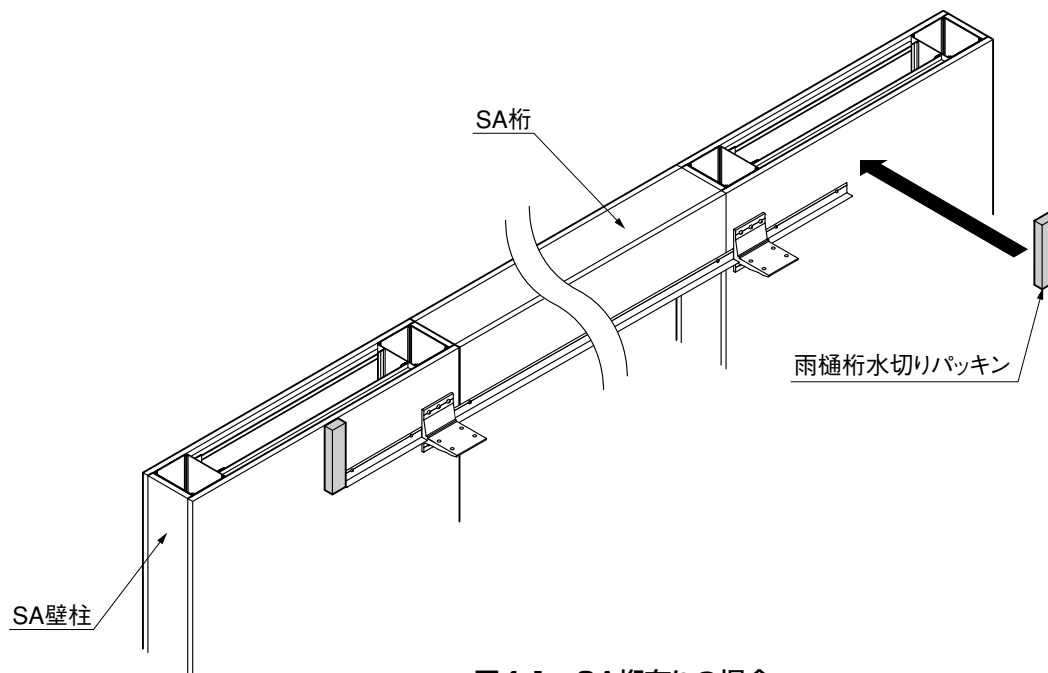
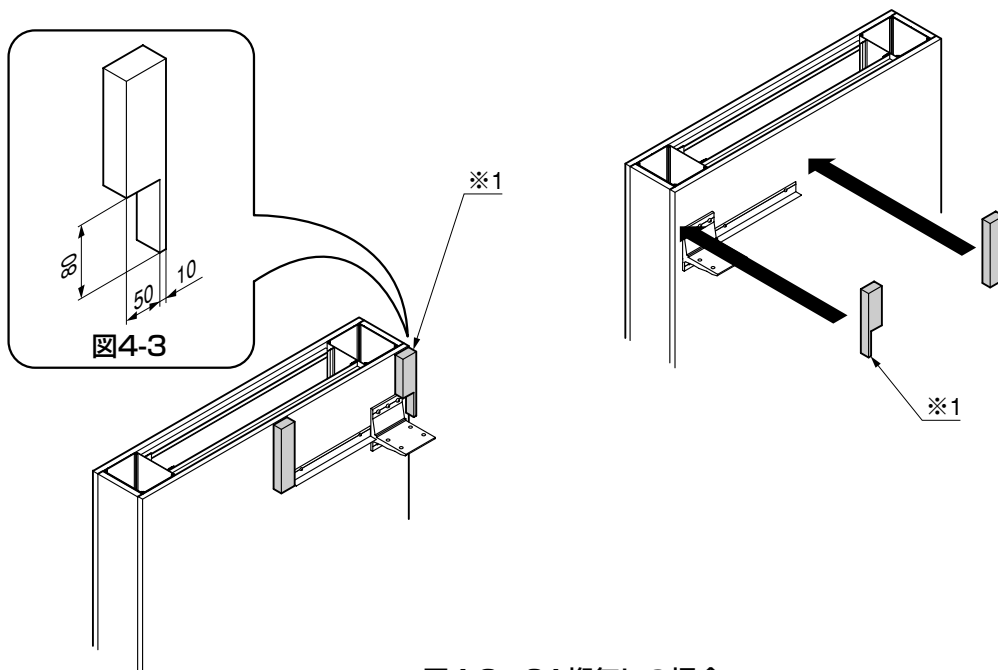

図4-1 SA桁有りの場合
図4-2 SA桁無しの場合
- ① SA桁付きの場合は両端2ヶ所 (図4-1参照)、SA桁なしの場合は壁柱1本につき2ヶ所 (図4-2参照) に雨樋桁水切りパッキンを貼付けてください。